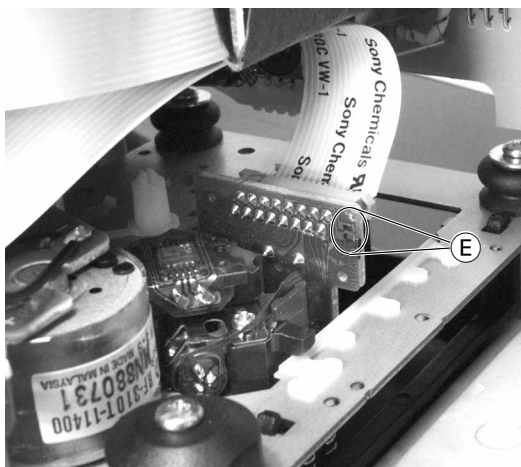

Fig. 9
- Vor Abziehen des Flexprints zum CD-Laufwerk, Sicherheitslötstelle (E) (Fig. 9) kurzschließen.
- Shortcircuit the safety solder pads (E) (Fig. 9) before disconnecting the flexprint to the CD mechanism.
- Nach Einbau und Anschluss eines neuen Laufwerks muss die werkseitig angebrachte Sicherheitslötstelle ⑤ (Fig. 9) entfernt werden.
- After fitting and connecting a new mechanism unsolder the safety solder connection ⑤ (Fig. 9) which is fitted in the factory.